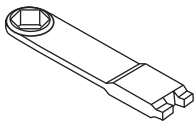

Fig 5.10
- Para los tipos P_ _V_ _, aplique sellador desmontable en la rosca del disco central, apriete el disco central usando la llave CF771132 mostrada en (fig. 5.10).
- Para los tipos A_ _S_ _F_ _, aplique sellador desmontable en la tuerca y apriete usando la llave CF771132 mostrada en (fig. 5.10).